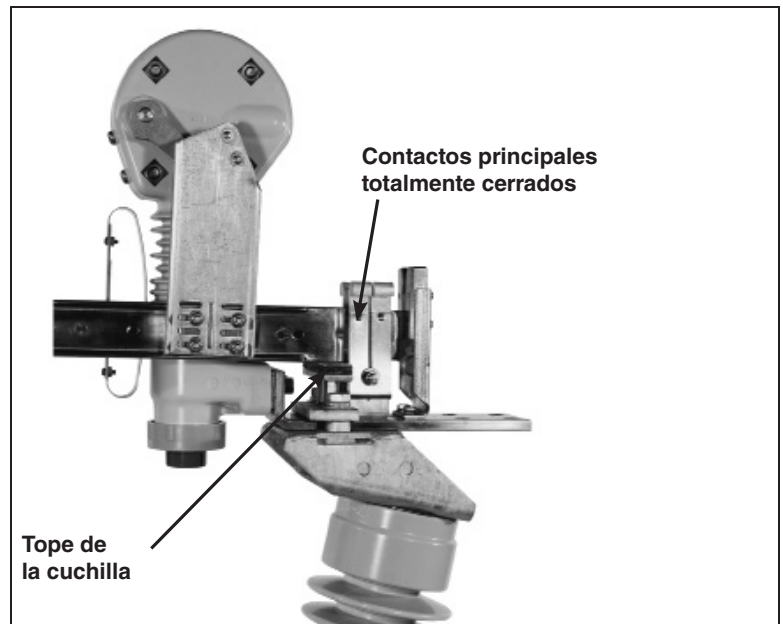

Figura 31. Verificación de que la cuchilla está completamente cerrada.
- (a) Que con la palanca de operación hasta donde llegue en la dirección de cierre, todos los contactos principales del seccionador interruptor estén totalmente cerrados con las cuchillas contra sus topes. Vea la Figura 31.